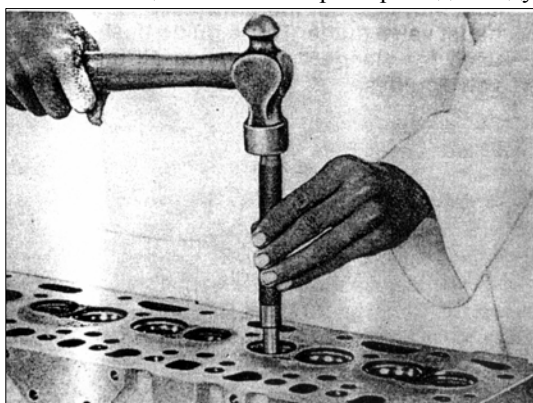

РИС. 88
- 2) Выбейте с помощью специальных бородков вышедшие из строя втулки (рис.88).